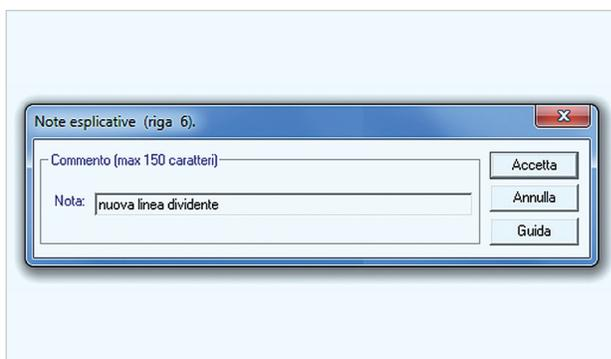

FIGURA 5
• Nel primo caso (► FIGURA 5) può essere usata in un qualunque punto del libretto (ma dopo le righe 0 e 9) per riportare eventuali **note di commento** (40 caratteri per riga al massimo). Queste non sono obbligatorie, tuttavia sono utili per documentare il significato di un gruppo di righe del libretto.